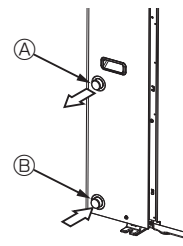

Fig. 4-1
### 4.1. Anslutning av vattenrör (Fig. 4-1)
- Utlopps- och inloppsrorens placering visas i Fig. 4-1.
[Fig. 4-1]